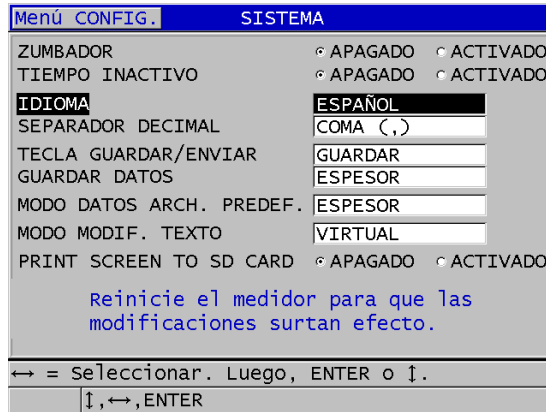

Figura 4-1 Selección del idioma de la interfaz del usuario
3. En la pantalla **SISTEMA** (véase la Figura 4-1 en la página 58):